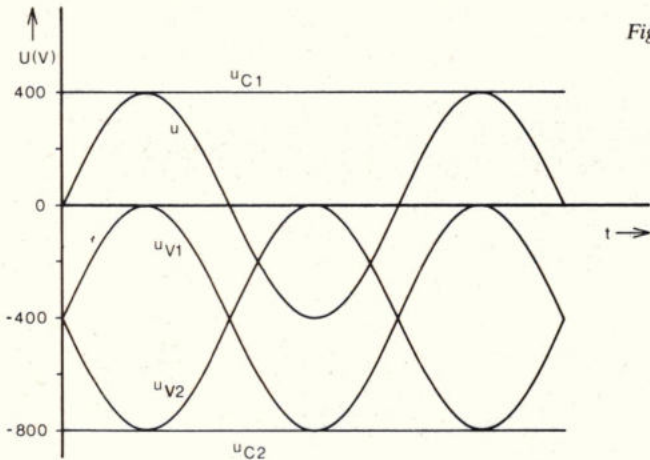

Fig. 10.
a. In fig. 10 is het verloop van de optredende spanningen voorgesteld. Omdat in de condensatoren geen lek optreedt en de dioden ideaal zijn, staat op C1 een gelijkspanning, gelijk aan de topwaarde van u , dus 400 V. Op V1 staat het verschil van u en u_{C1} . Via V2 wordt nu C2 geladen tot de topwaarde van u_{V1} , dus tot 800 V.
b. De spanning u_{C2} is gelijk aan de som van u_{V1} en u_{C1} . Uit fig. 10 blijkt nu dat de topwaarde van de beide laatstgenoemde spanningen in de sperrichting gelijk is aan 800 V.